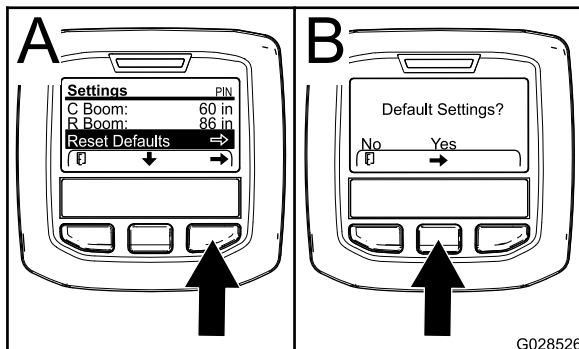

図 65
- 中央ボタンを押して、「デフォルトに戻す」Reset Default ヘスクロールする 図 65。
- 「デフォルトに戻す」画面で、左ボタンを押すと No となり、右ボタンを押すと Yes となる (図 65)。